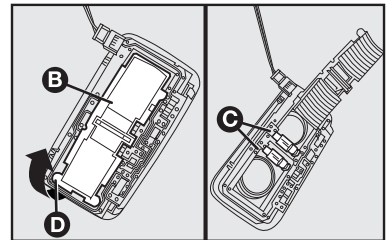

fig. 31
- Para conjunto de luz **A-fig. 30**, abrir a tampa no sentido indicado pela seta **fig. 31**. Se necessário, utilizar uma chave de fenda (não fornecida) para abri-la, atuando no ponto indicado **D-fig. 31**;
- Substituir a lâmpada **C-fig. 31** exercendo uma pressão com a própria lâmpada para o lado direito e puxar para cima;
- Fechar a portinhola **B-fig. 31**.